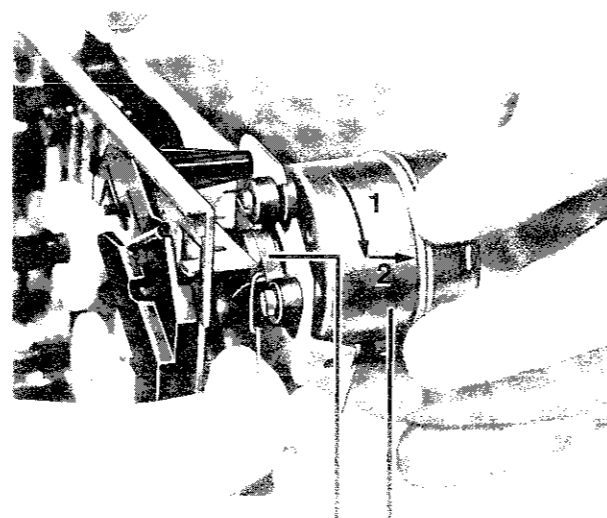

Abb. 8
7. Löschkopfjustage (Abb. 8)
11. Motor wechseln (Abb. 8)